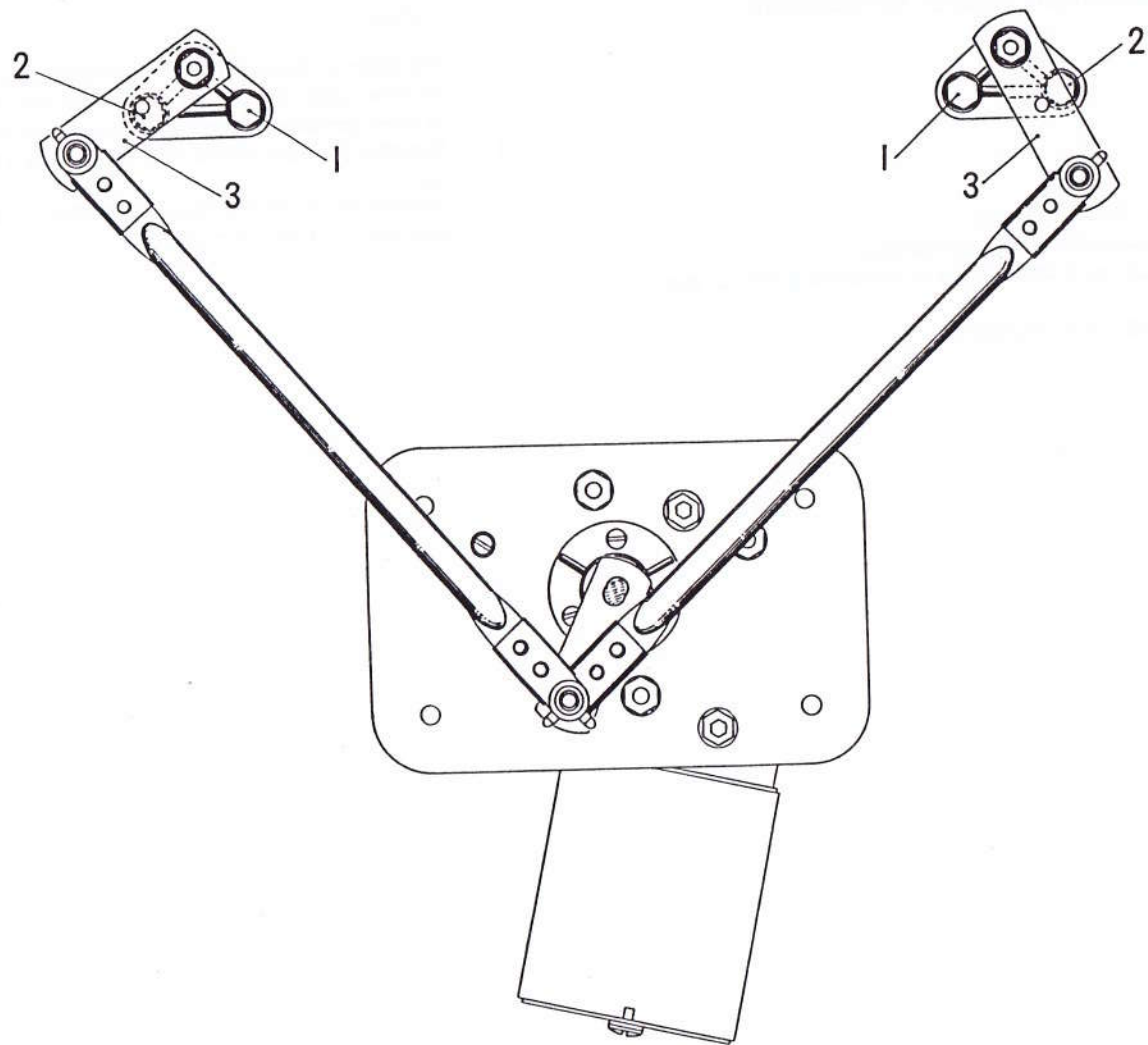

Fig. 34
d'ESSUIE - GLACE (Fig. 34)
- 5) Par les ouvertures, sur la cloison de proue, déposer les deux vis (1) Fig. 34 (clé plate ou à pipe de 8).
- 8) Poser les vis (1) et (2) de fixation des paliers, bloquer (clé plate ou à pipe de 8). Bloquer également les deux écrous des paliers (Wilmonda DOE ou clé plate de 21).
Important — Avant de fixer le moteur sur la cloison de proue, s'assurer que la position des leviers (3) est conforme à la Fig. 34.